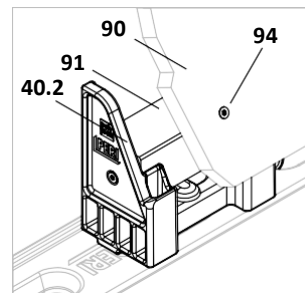

Fig. A4.07
- Като фуния от наклонената страна (40.2). (Fig. A4.07)